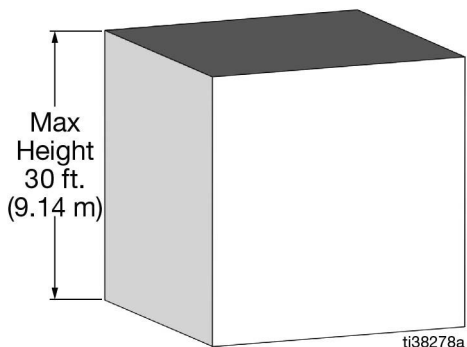
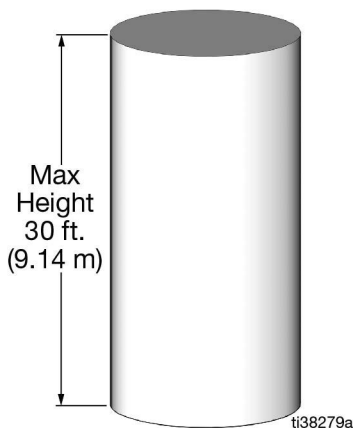

ABB. 14
ABB. 15
- Die Tankwände müssen vom Leerstand bis zur Vollenfüllung gleichmäßig senkrecht stehen (ABB. 14 und ABB. 15).